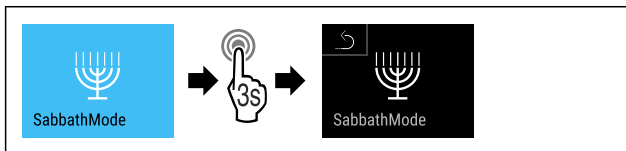

Fig. 72
- ▶ Выполните шаги действия (см. Fig. 72).